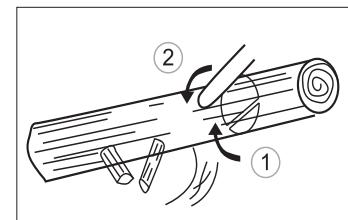

Рис. 21
2. В случая когато дънърът лежи върху опори с един край, отначало направете срез отдолу до 1/3 на диаметър на дънера за да избегнете разделяне. После завършете срез отгоре така, че той да съвпадне с първи срез, като избягате заклинване (рис. 21).